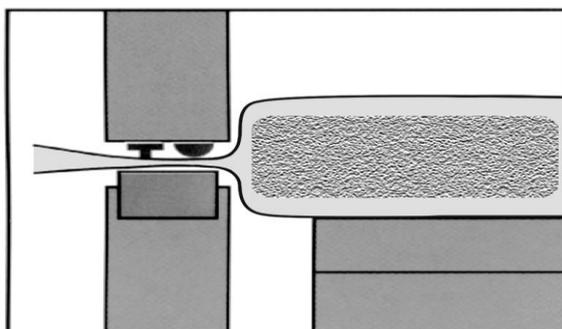

Fig. 2
- El paquete con el producto se coloca en la zona de vacío. El producto en la bolsa debe ajustarse lo más posible a la barra de termosellado (Fig. 2) para mejorar el aspecto y el ajuste más completo del producto.